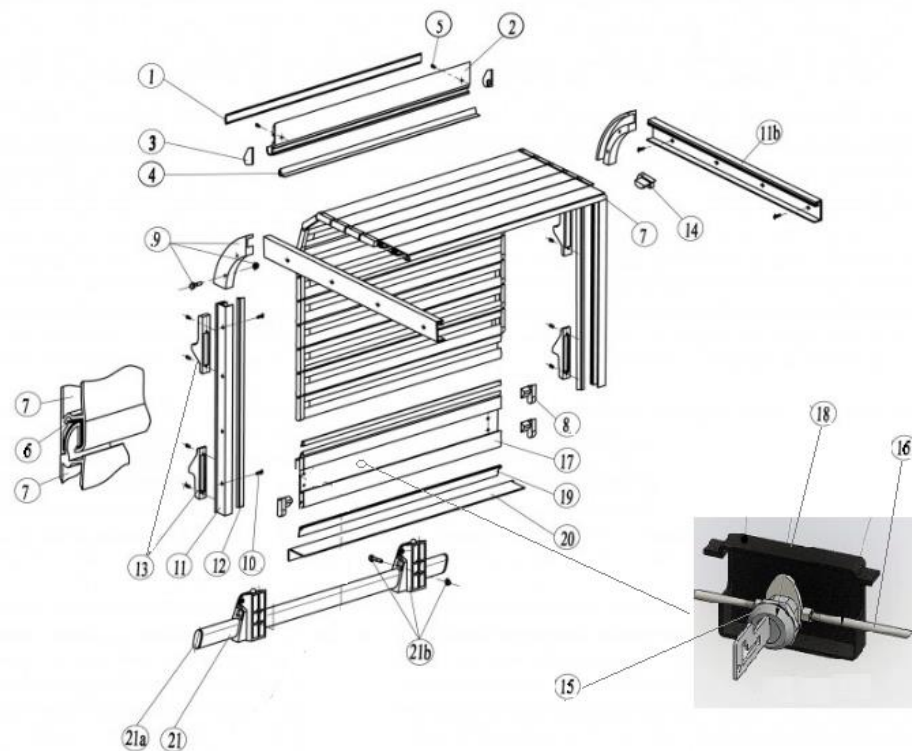

Рис.1
Согласно **монтажной схеме** и **Рис.1**. Установка порога (12) на конструкции машины (порог устанавливается или заклепками или силиконом). Далее крепиться на стенки отсека сектор (9), Разворачивается полотно двери и в пазы сектора, заводится часть полотна. Расправив полотно двери по его бокам устанавливаются направляющие (11). Далее надежно удерживая полотно двери и направляющие вся конструкция устанавливается в проем отсека. Придерживая направляющие, поднимается полотно двери вверх. При помощи клепок из монтажного комплекта направляющие (11) фиксируются в проеме. Из карниза (2) удаляется декоративная планка (1) и над дверью на саморезы из монтажного комплекта устанавливается карниз, вставляется на место планка (1) и с торцов карниза устанавливаются заглушки (3).